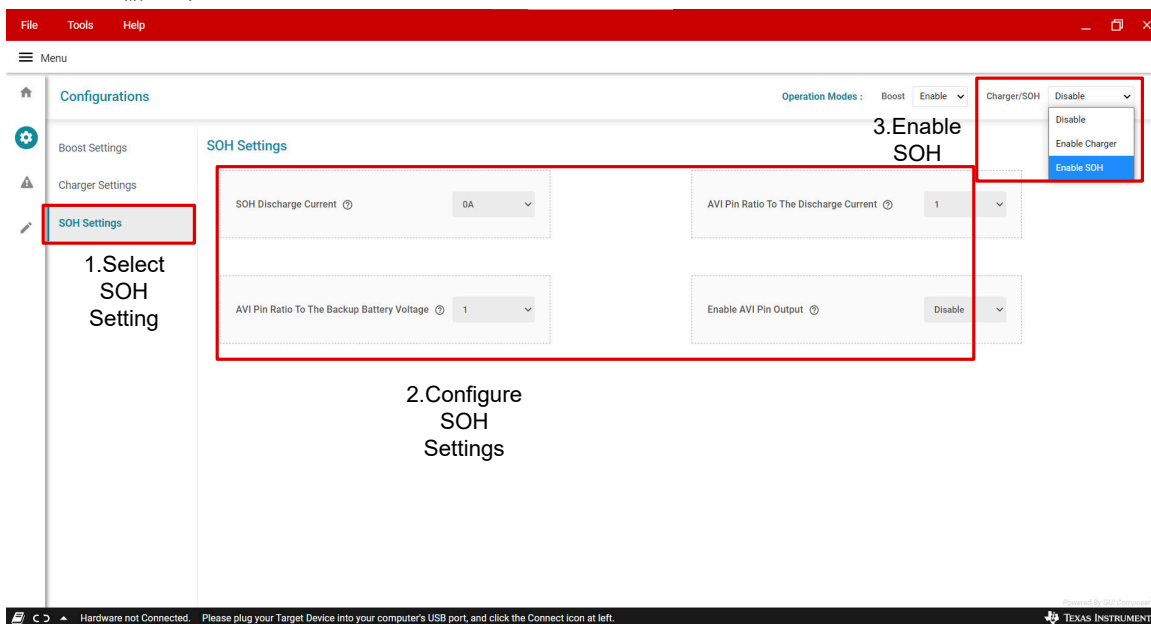

图 3-5. SOH 设置表
6. 单击 **SOH 设置** 按钮，切换到 SOH 设置表（请参阅图 3-5）。根据设计目标设置 SOH 放电电流、AVI 引脚输出比、AVI 输出等。